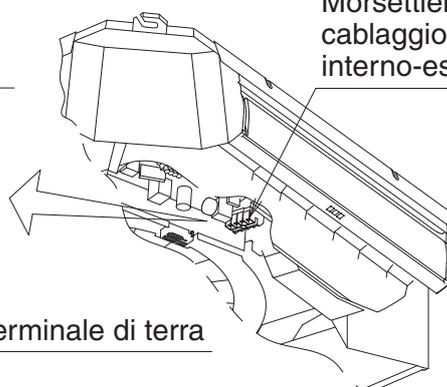

Fig. 35
- 1. Aprire il coperchio della scatola di comando e collegare l'alimentazione monofase al terminale (1, 2) sulla morsettieria (X2M) per il cablaggio della trasmissione interno-esterna e il cablaggio di messa a terra al terminale di terra. (Fare riferimento alla Fig. 35)